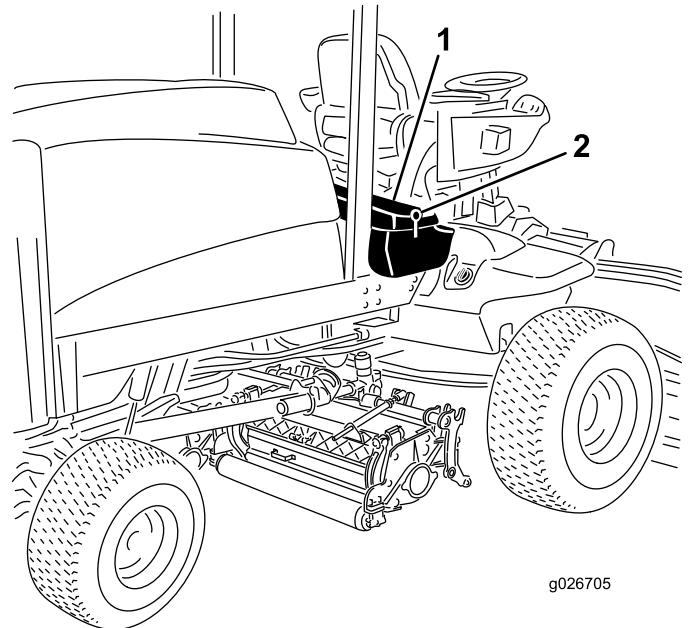

Figura 83
1. Desenganche y levante el panel de la consola del operador (Figura 83).